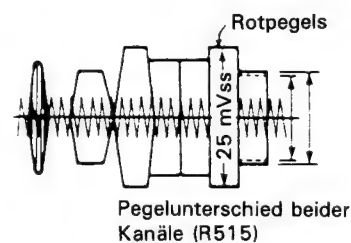

Abbildung 2-6.
5. R515 (Aufnahme-Chromapegelregler) so einstellen, daß der Rotsignalausgang 25 mVss beträgt. (Siehe Abb. 2-6.)